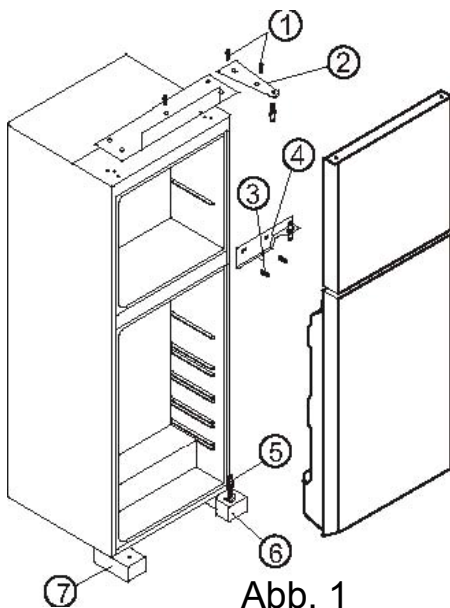

Abb. 1
- Demontieren Sie das Scharnier durch Entfernen der Schrauben (Abb. 1 Nr.1 u 2) nehmen Sie die obere Tür ab und stellen Sie an einen sicheren Platz.
- Bei der unteren Tür entfernen Sie die mittlere Halterung durch Lösen der Befestigungsschrauben. (Abb. 1 Nr. 3 u 4)
- Heben Sie nun die untere Tür vom Scharnierstift (Abb. 1 Nr. 5 und 6) und stellen sie ebenfalls an einen sicheren Ort.
- Montieren Sie die justierbaren Füße (Abb. 1 Nr. 6 und 7) jeweils auf die gegenüberliegende Seite.
Gerätemaße (Fig. 1)
(Fig. 1)
(Fig.1)
Gerät vorsichtig in die Möbelnische schieben (Fig.1) bis zum Rasterstreifen "A"